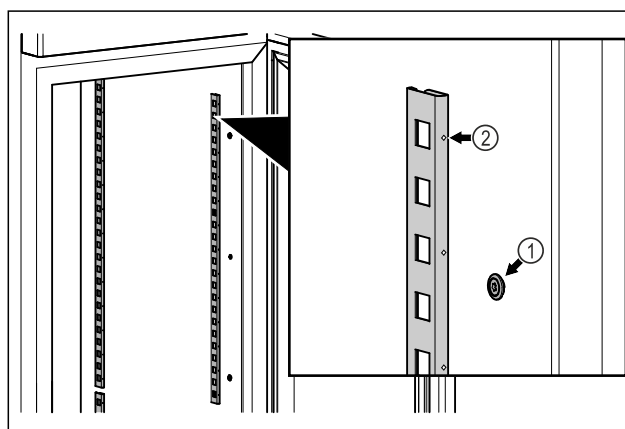

Fig. 48 Eksempelfremstilling
- ▶ Hekt sperrelistene inn i opphenget Fig. 48 (1). Markeringen Fig. 48 (2) må peke fremover.